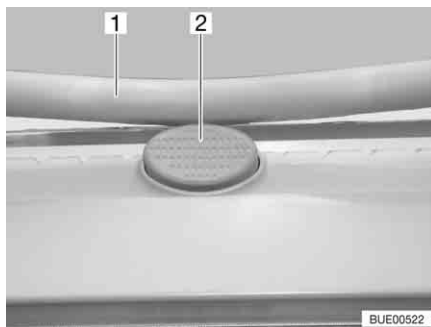

Fig. 44 Bottone di sicurezza sull'oblò Heki
- Premere il bottone di sicurezza (Fig. 44,2) e tirare verso il basso la staffa (Fig. 44,1) con entrambe le mani.
- Premere la staffa verso l'alto con ambedue le mani, finché la staffa non poggia al di sopra del bottone di sicurezza (Fig. 44,2).